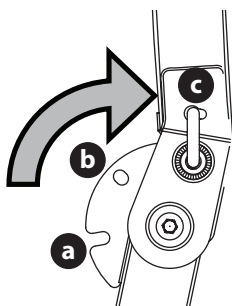

Figure 5
2. Placez la structure de protection à la position désirée (Figure 5).
**NOTE :** La structure peut être placée à la position de transport (a), la position de transport avec bac récupérateur (b) ou celle d'utilisation (c) (Figure 5).